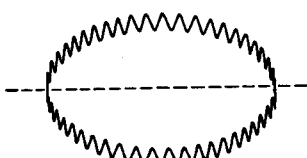

Fig. 14
- R3223 so abgleichen, dass die linke und rechte Seite der Lissajousschen Schwingungsfiguren am gleichen Niveau liegen (siehe Bild 14).